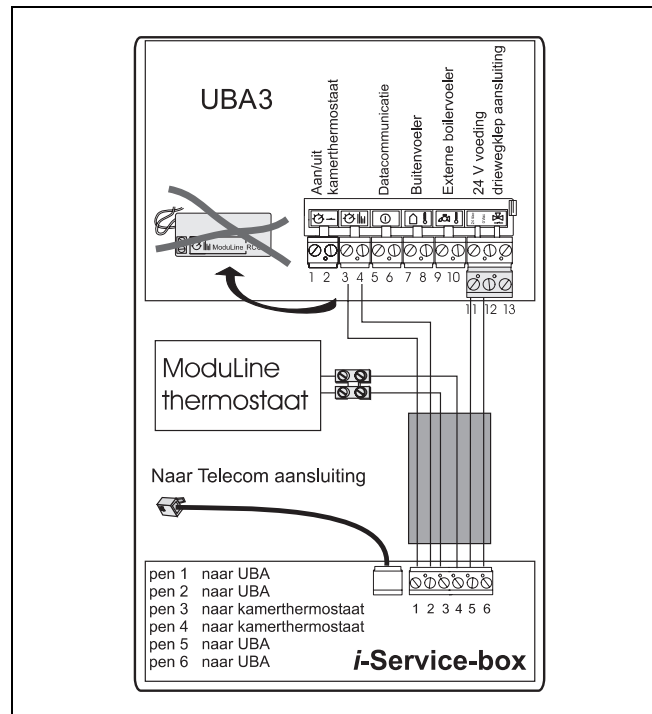

fig. 8 Aansluitschema UBA3
- Steek de aansluitklem in de kroonsteenaansluiting 11-12-13 van het toestel (zie fig. 8).